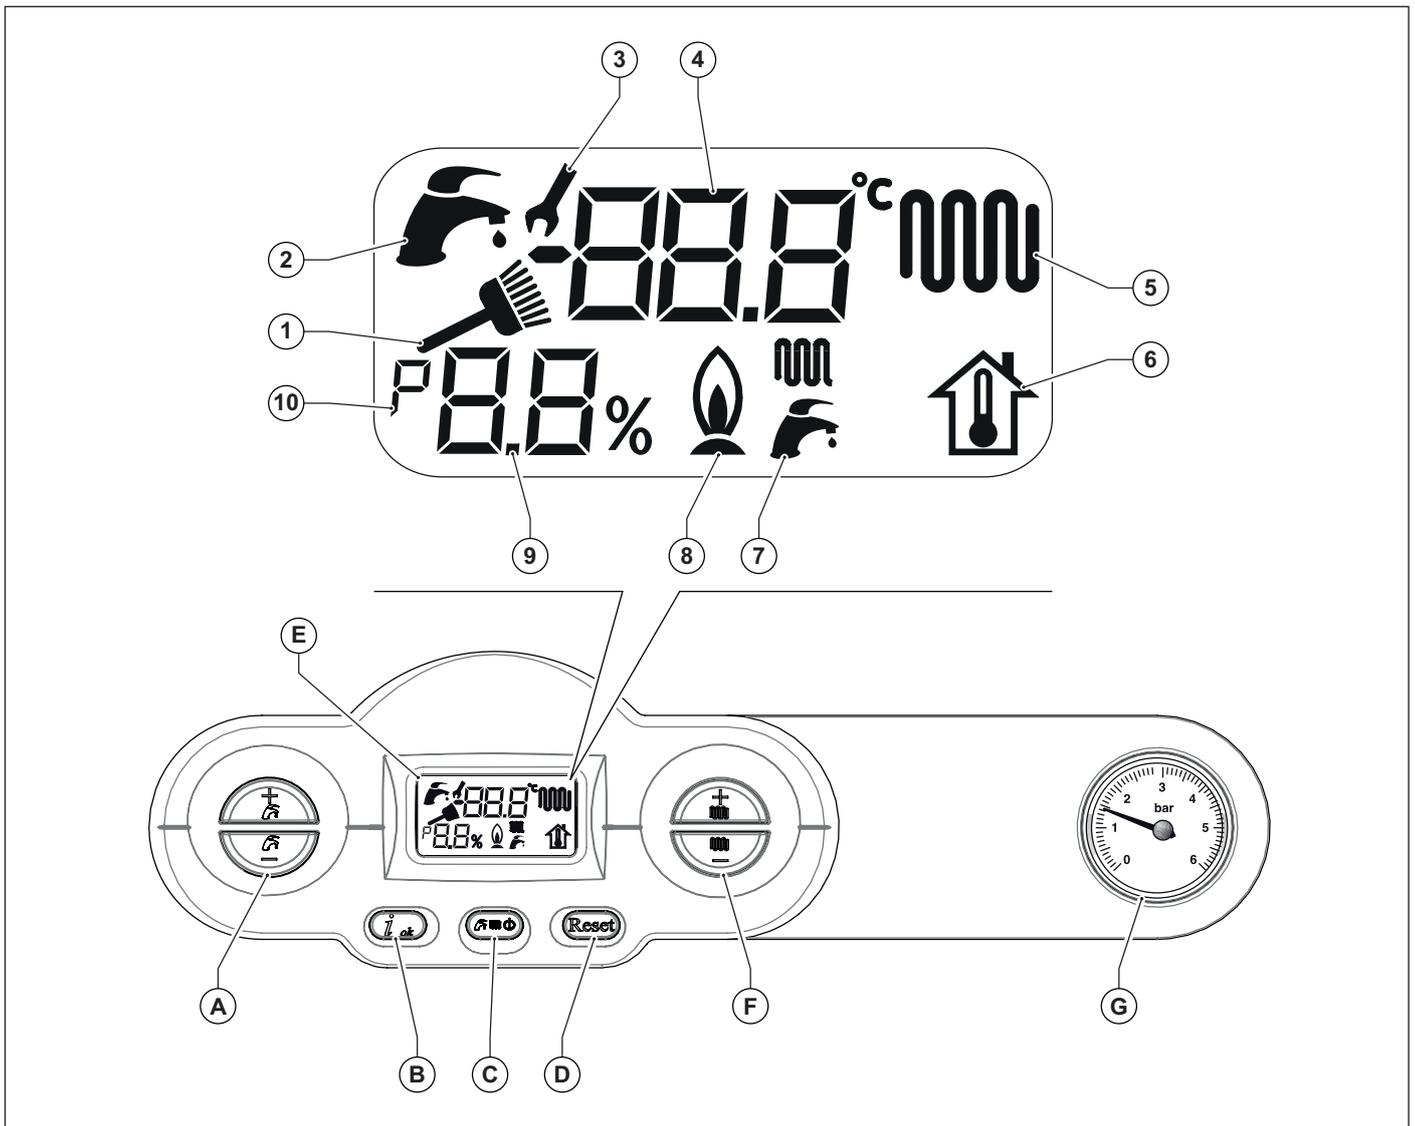

Fig. 1 Pannello comandi
- Scegliere il sistema di funzionamento della caldaia: OFF/ESTATE/INVERNO/SOLO RISCALDAMENTO (Vedi tasto (C) nella Fig. 1 Pannello comandi a pagina 9).